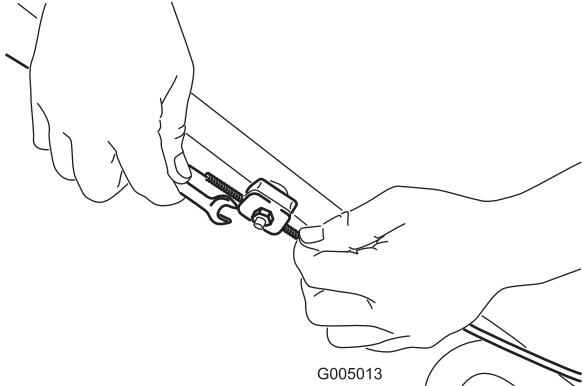

Figure 30
- Desserrez l'écrou du support de guidage du câble (Figure 30).